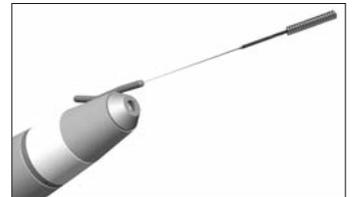
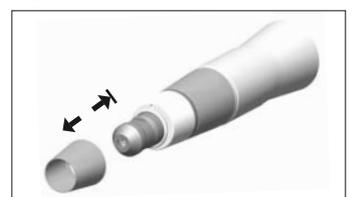

fig. 4
fig. 5
Le tuyau de spray relie la pièce à main au moteur. La douille qui porte le tube de spray est amovible. Une douille sans tube, voir option et fig. 5, peut être montée.
- Déboucher les conduits de spray (si existant) avec le fil nettoyeur Bien-Air Dental (fig. 4) et enlever la calotte et le tube d'irrigation clipé (si existant) de l'instrument (fig. 5).
- Remonter la calotte et le tube clipé (fig. 5).